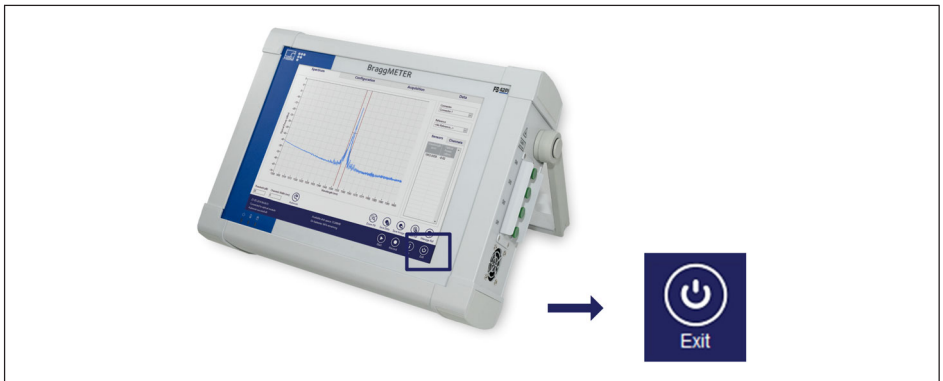

図3.3 ソフトウェアを使用してオフにします。
- ▶ Exit button (参照 図3.3)を押し、ポップアップの操作要求をを見て必要に応じて実行します。